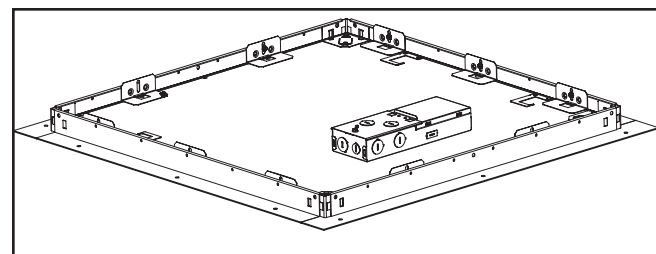
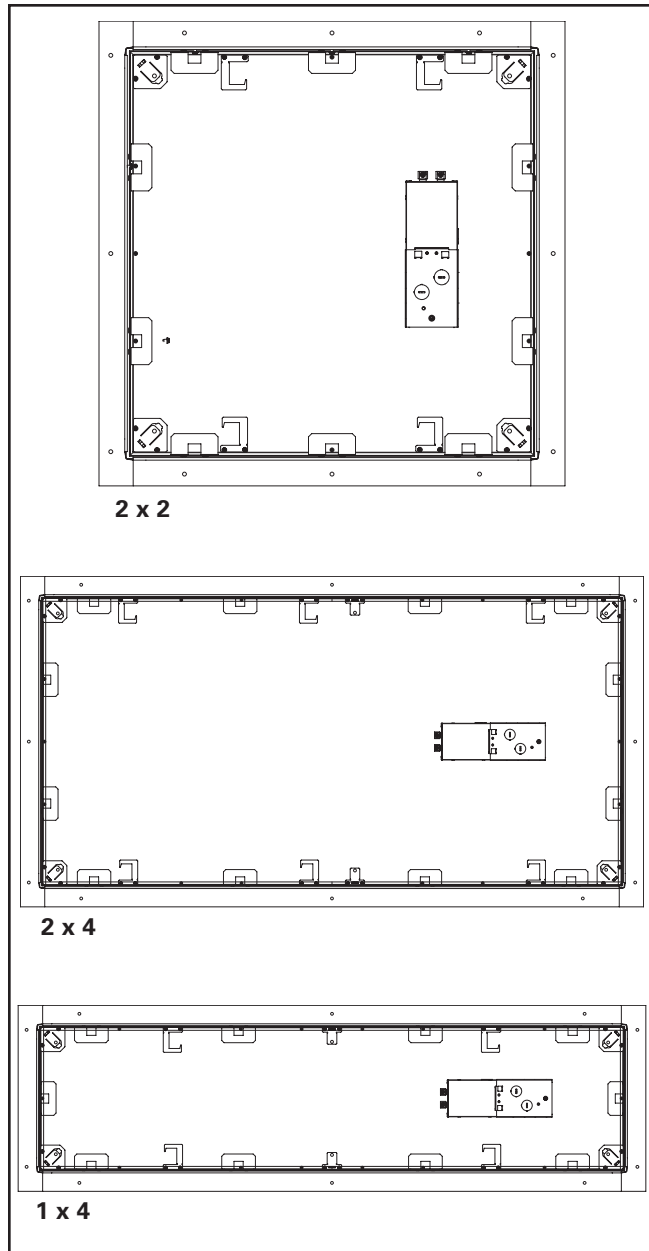

Figure 2A.
Figure 2B
2. Placez les supports en L inclus à l'arrière du luminaire et fixez-les au cadre à l'aide des vis fournies. (figure 2A.) (Voir la figure 2B pour la mise en place des supports selon la taille du luminaire.)